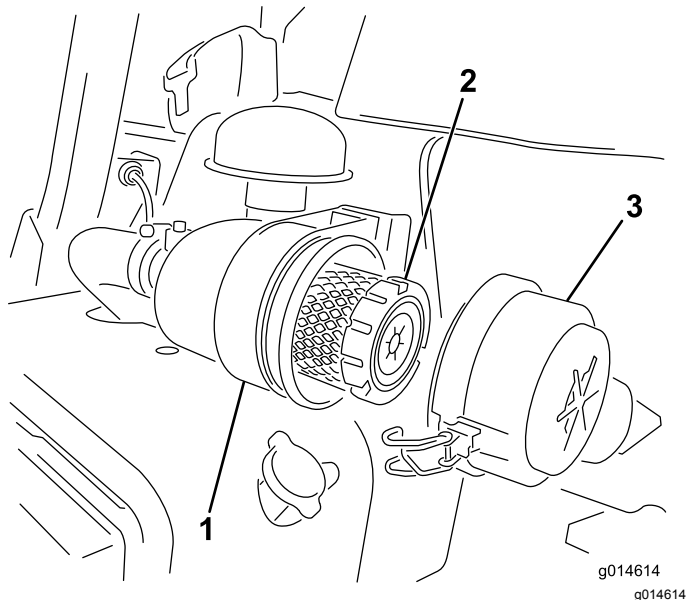

Figure 27
1. Desserrez les attaches qui fixent le couvercle sur le boîtier du filtre à air (Figure 27).
7. Fermez les verrous (Figure 27).